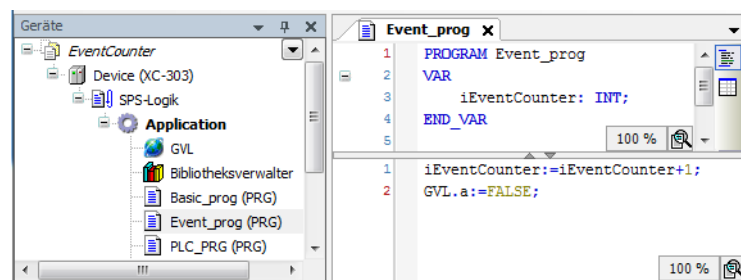

Abbildung 51: Programmbaustein für eine ereignisgesteuerte Task
- ▶ Sie können nun ein Programm eingeben. Im Programmbeispiel „Param_prog“ (Abbildung 51) wird die Variable „value“ um den Wert 1 erhöht. Das Programm „Param_prog“ wird abgearbeitet, wenn die Variable a = TRUE wird.